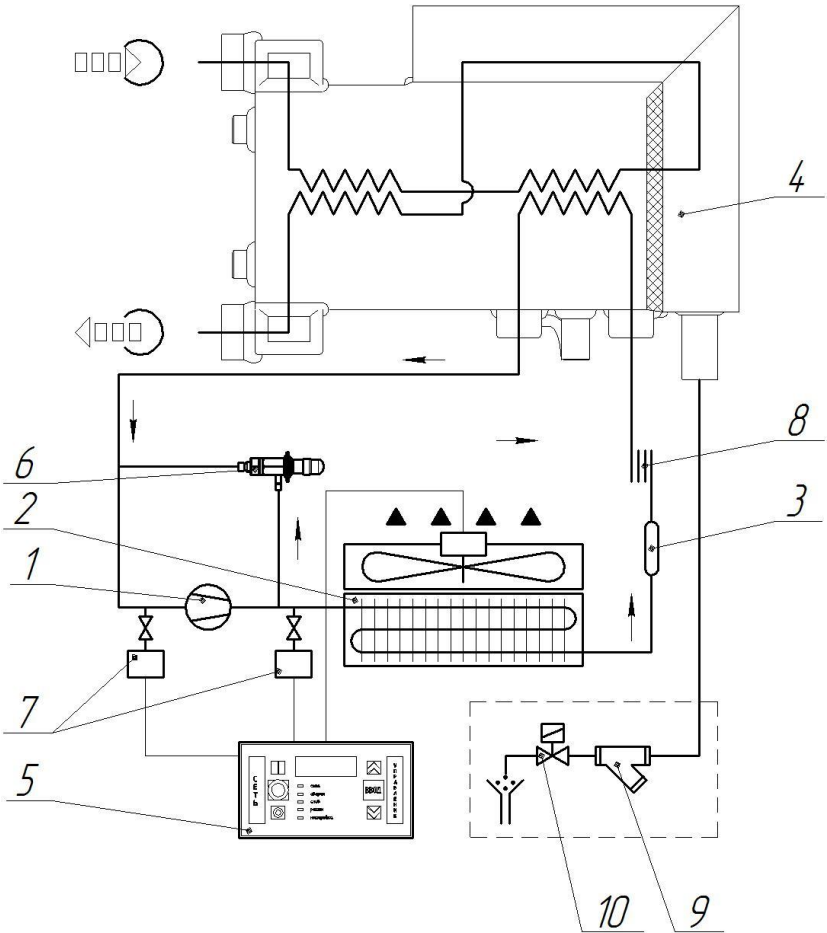

Рисунок 3 – Холодильный контур
4.1 Осушитель рис. 3 представляет собой конструкцию алюминиевого теплообменника, размещенного в блоке осушения 4. В первом контуре теплообменника из сжатого воздуха удаляется вода путем его охлаждения до температуры приблизительно +3⁰С и удаления образующегося при этом конденсата. С целью предотвращения образования конденсата на наружной поверхности трубопроводов системы циркуляции, обрабатываемый сжатый воздух перед выходом его из осушителя подвергается предварительному подогреву. Для этого он прогоняется через второй контур теплообменника.
4.1.1 Компрессор 1 (рис. 3) является активным элементом осушителя и обеспечивает циркуляцию хладагента по холодильному контуру за счет сжатия паров хладагента от давления кипения до давления конденсации.
4.1.3 Устройство слива конденсата предназначено для удаления конденсата образующегося при охлаждении сжатого воздуха в блоке осушки. Устройство состоит из электромагнитного клапана 10 (рис.3) и сантехнического фильтра 9 (рис 3). Сигнал на управление электромагнитным клапаном подается блоком автоматического управления 5.
4.1.4 Регулятор производительности 6 (рис. 3) перепускает часть горячего газа (из количества нагнетаемого газа компрессором) в трубку полости между испарителем и всасыванием компрессора, поддерживая постоянное значение температуры/давления кипения фреона около +5 °С. Такое перепускание газа полностью исключает образование льда внутри испарителя в полости сжатого воздуха при любых нагрузках.
4.1.7 Фильтр-осушитель 3 (рис. 3) размещается перед капиллярной трубкой, задерживает все технические загрязнения и пары влаги, исключая их циркуляцию и вступление в химические реакции